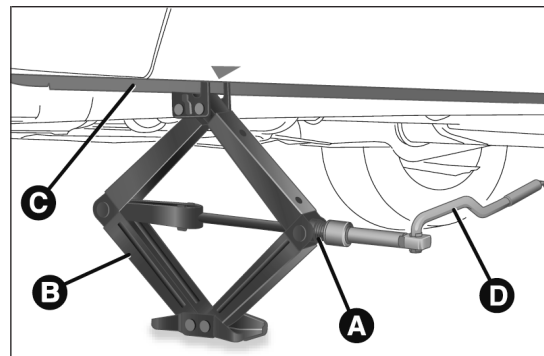

fig. 160
- introduire la manivelle D fig. 160 dans le logement sur le dispositif A, actionner le cric et soulever la voiture, jusqu'à ce que la roue se soulève du sol de quelques centimètres ;